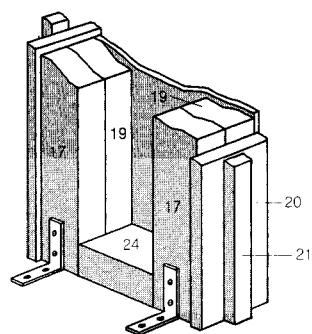

Fig. 5. Fixation au sol de l'assemblage vertical.
Taillez le poteau vertical de centre à la bonne dimension (entre le linteau et le sol) et les tasseaux de support verticaux (17) de 2½" plus longs que le poteau et clouez-les. Installez l'assemblage dans l'entaille du linteau. Clouez la partie supérieure du tasseau (17) dans le linteau. Fixez la base des assemblages au sol à l'aide des équerres (fig. 5). Clouez un tasseau d'espacement au sol entre les assemblages. Clouez-en un autre sous le linteau comme base de clouage pour le revêtement mural (23).